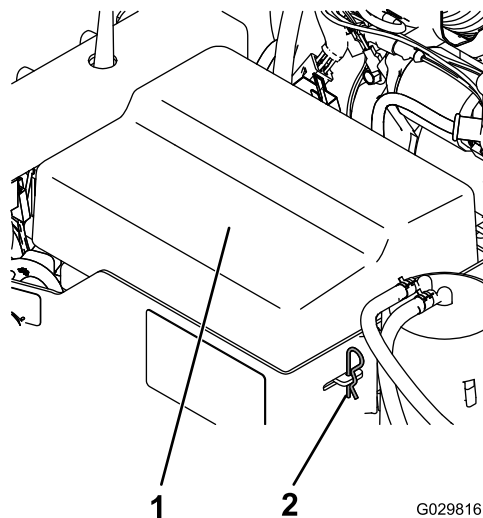

Figura 3
1. Retire los 2 pasadores de horquilla que sujetan la tapa de la batería a la caja de la batería, y retire la tapa (Figura 3).
6. Monte la tapa en la caja de la batería, y sujete la tapa con los 2 pasadores de horquilla (Figura 3).